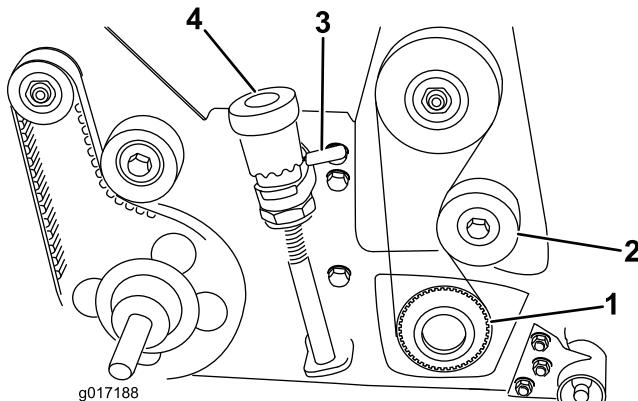

Рисунок 11
26. Используя сменную головку на 1/2 дюйма с храповым механизмом и удлинителем, установите ведущий шкив и ремень на вал барабана (Рисунок 11). Зафиксируйте барабан от проворачивания с
28. Установите крышку привода барабана на боковую пластину, закрепив четырьмя (4) ранее снятыми колпачковыми винтами.
29. Проверьте узел механической щетки. Поверните оба быстродействующих подъемных рычага, чтобы поднять барабан механической щетки в транспортное положение (Рисунок 11). Устраните любые нарушения и заново проверьте собранный узел.